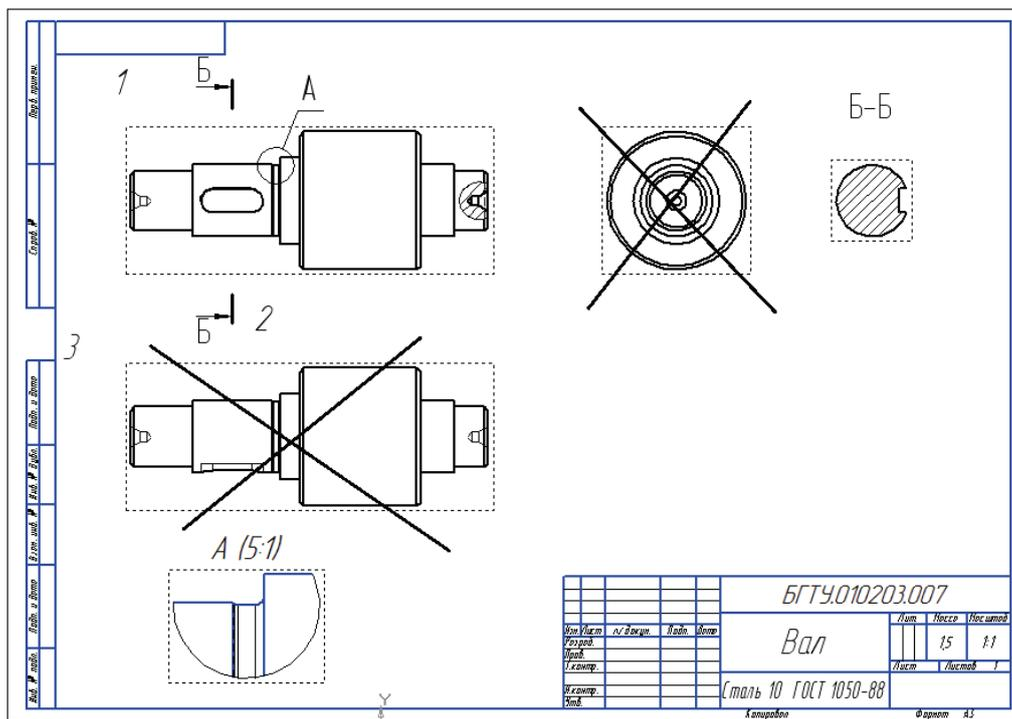

Рис. 8.27
- Укажите положение выносного элемента на чертеже, например в нижней части чертежа (рис. 8.27).
Обратите внимание на то, как изменилось обозначение сечения шпоночного паза на чертеже. Ему присваиваются буквы **Б-Б**, а буква **А** присваивается выносному элементу (рис. 8.27). Это результат автоматической сортировки.